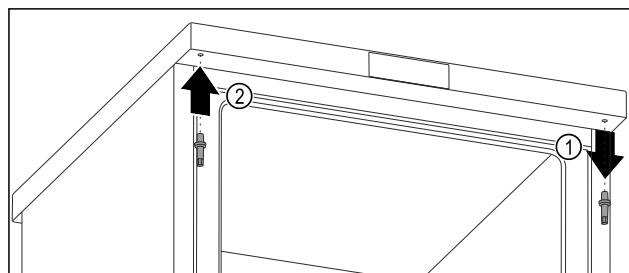

Fig. 14
- Odšroubujte horní čep imbusovým klíčem. Fig. 14 (1)
- Čep na opačné straně utáhněte imbusovým klíčem. Fig. 14 (2)